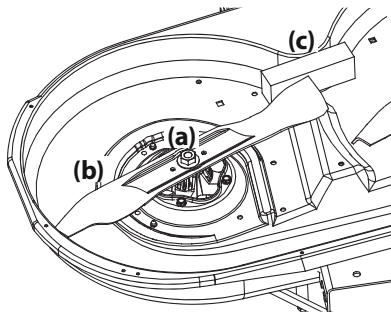

Figura 46
2. Use una llave de $1\frac{5}{16}$ " para sostener la tuerca hexagonal en la parte superior del conjunto del husillo cuando afloje la tuerca hexagonal (a) que fija la cuchilla (b). Se puede colocar un bloque de madera (c) entre el alojamiento de la plataforma y el borde de corte de la cuchilla (b) para ayudar a aflojar la tuerca hexagonal (a) que fija la cuchilla. Consulte la Figura 46.